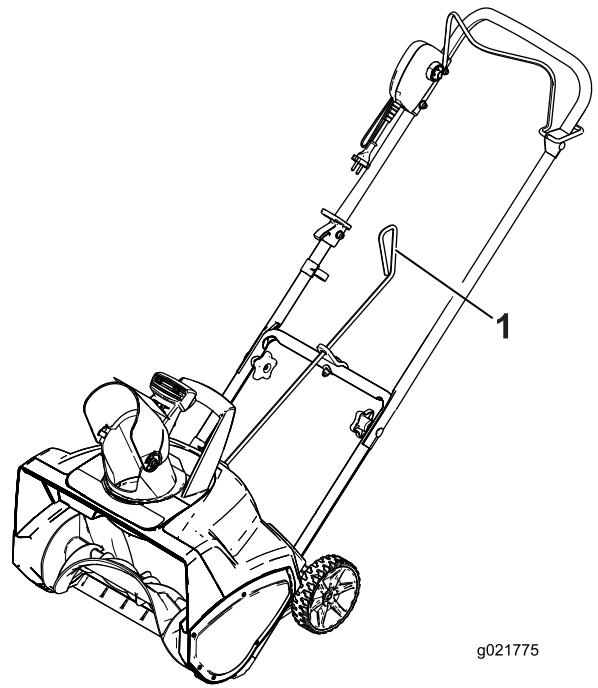
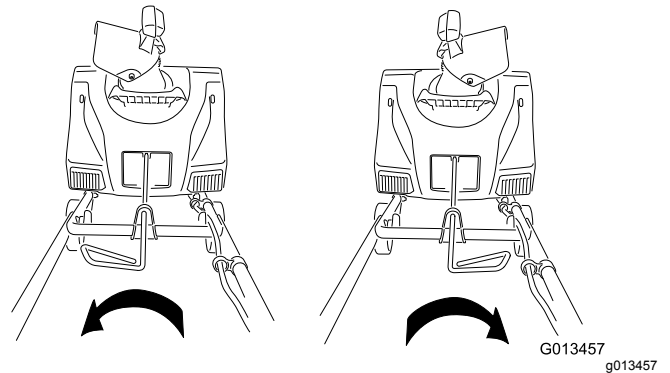

Figure 6
Figure 7
4. Vérifiez que la poignée de la tige d'orientation de la goulotte est dirigée vers le haut (**Figure 6**) et insérez la tige dans le trou de clavette au dos du carter.
6. Bougez la poignée de la tige d'orientation pour vérifier qu'elle bouge dans la même direction que la goulotte (**Figure 7**).
Pour régler la goulotte, déplacez la poignée de la tige d'orientation dans la direction d'éjection de la neige recherchée (Figure 6 et Figure 7).